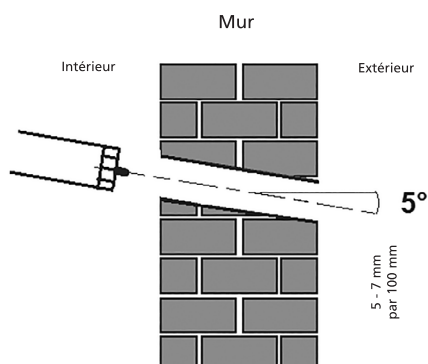

Fig. 10
- Déterminer la position des trous en fonction du diagramme illustré à la Fig. 9. Percer un trou ( $\geq 85$  mm pour modèles WSCS 13xx et  $\geq 65$  mm pour modèles WS 13xx) en inclinant légèrement vers le bas (côté extérieur) afin d'éviter la pénétration d'eau vers l'intérieur (fig. 10).